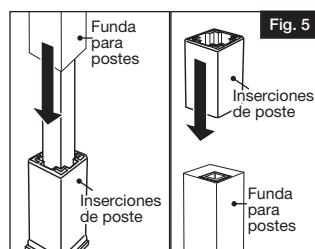

Fig. 5
Slide the cut vinyl sleeve over the structural post and the post inserts (Fig. 5).
- b. Deslice la funda de vinilo del poste sobre la inserción del mismo (Fig. 5).
- c. Deslice la segunda inserción de poste por la parte superior de la funda de vinilo del poste, por encima del poste de acero (Fig. 5).
Deslice la funda de vinilo cortada sobre el poste estructural y las inserciones de poste (Fig. 5).